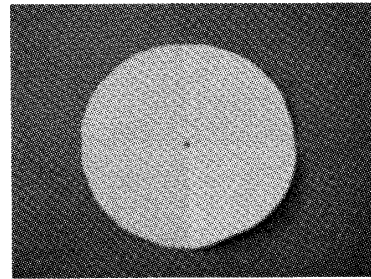

図7. 8等分
- (8) 図 7 に示すように、切り出した円を 8 等分 (半分-半分-半分) し、跡のついた部分にボールペン等で印をつける。